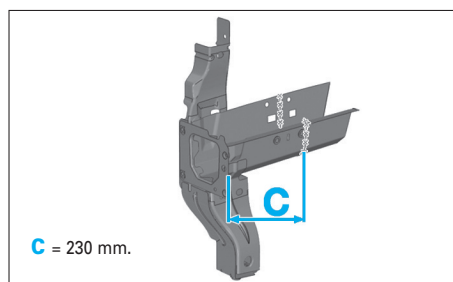

FIG. 22
- l'embout de longeron neuf suivant la ligne de coupe (Fig.22),